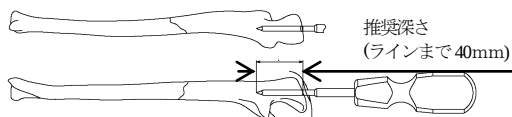

図 1
1) 骨折部を整復後、尺骨ロッド用オウルにて肘頭中央部を開創します。（図 1）